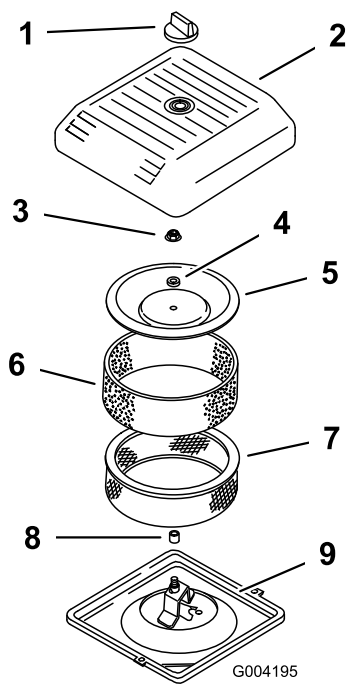

Bild 39
3. Schrauben Sie das Handrad ab und entfernen Sie die Luftfilterabdeckung (Bild 39).
- Schieben Sie den Schaumvorfilter vorsichtig vom Papiereinsatz herunter (Bild 39).
- Schrauben Sie die Abdeckungsmutter ab und nehmen Sie die Abdeckung und den Papiereinsatz ab (Bild 39).
- Schieben Sie den Luftfilter auf das Luftfilterunterteil (Bild 39).
- Setzen Sie die Abdeckung und das Distanzstück auf und befestigen Sie sie mit der Flügelmutter (Bild 39). Ziehen Sie die Mutter auf 11 N·m an.
- Setzen Sie die Luftfilterabdeckung ein und befestigen Sie sie mit dem Handrad (Bild 39).